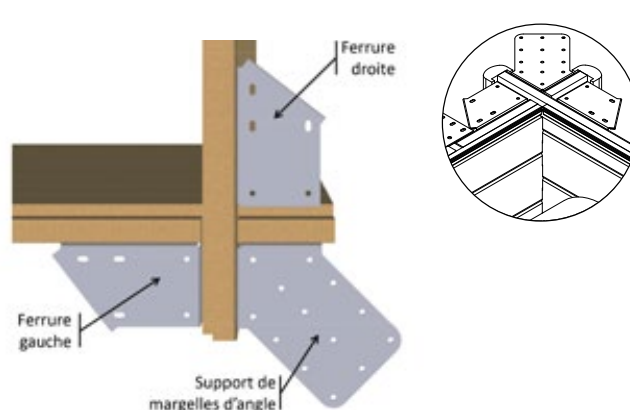

Figure 19 – Colocación de herrajes en esquinas
- En las esquinas, coloque cuatro herrajes «derechos» y cuatro herrajes «izquierdos», así como cuatro soportes de las coronaciones de esquina, de acuerdo con la **Figure 19**. Utilice 4 tornillos torx 6 × 20 de acero inoxidable A2 (bolsa G) por escuadra y 6 tornillos torx de acero inoxidable 6 × 20 A2 (bolsa G) por herraje, para un total de 64 tornillos.